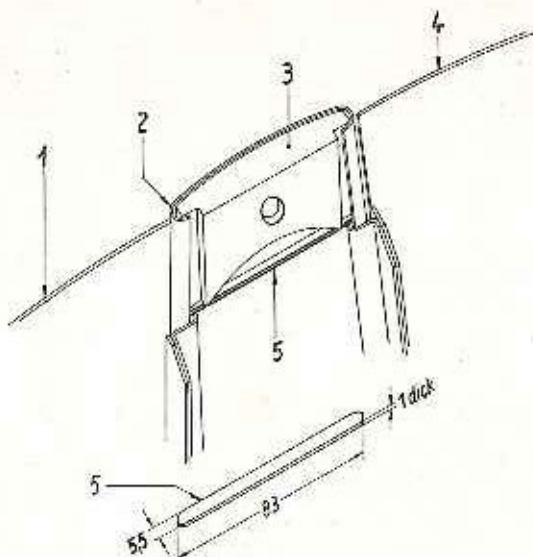

Bild 3 – Längsspiel der Haubenoberteile an Scharnierteil ausgleichen
2. Motorhaubenoberteile (3/1 und /4) an Scharnierteil (3/2) auf Längsspiel prüfen. Bei zu großem Spiel hinten an Verstärkungsplatte (3/3) Ausgleichblechstreifen (3/5) beilegen; hierzu muß die Verstärkungsplatte aus dem Scharnierteil (3/2) herausgeschlagen werden (Bild 3).